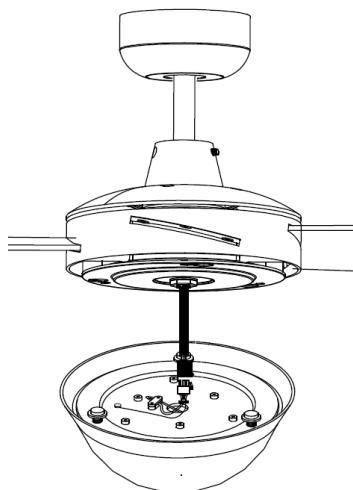

Fig. 6
2. Acople la lámpara led a su base y conecte los cables de la luz a través de la regleta de conexiones rápidas. Inserte los tornillos de la base por los orificios más grandes de los agujeros con forma de cerrojo y gire la lámpara led en sentido horario hasta que los tornillos de la pantalla se alojen en las ranuras de los agujeros de cerrojo. **Imagen 6**